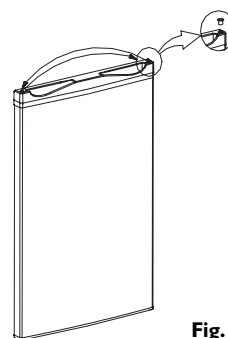

Fig. 8
8. Coloque as anilhas orientáveis redondas e as coberturas superiores do lado direito no lado esquerdo (Fig. 8). Retire a anilha orientável redonda inferior da direita, colocando-a à esquerda. (Fig. 8)